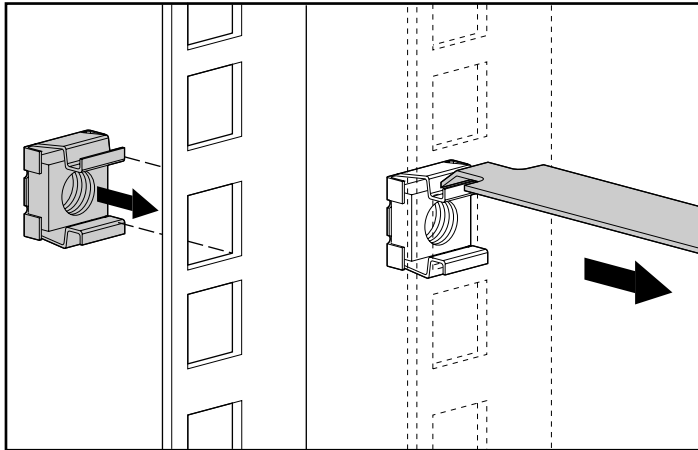

図3-8: ケージナットを差し込む
1. 図3-8に示すように、垂直サイド レールの内側にケージナットを合わせます。